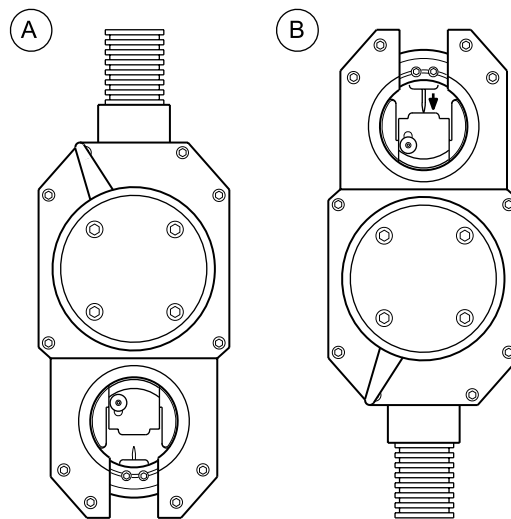

图 10 设定弧隙
2. 把弧隙测规插进转子内。参考图 10(A)。
3. 向上倾斜焊头。拧松钨棒螺钉, 使钨棒掉落在测规表面上。参考图 10(B)。